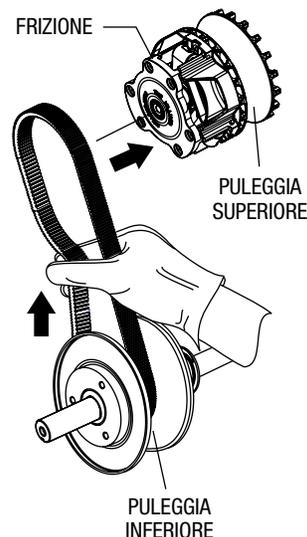

Figura 32. Installazione della cinghia sulla puleggia superiore
2. Posizionare l'estremità libera della cinghia CVT nelle gole della puleggia superiore. Vedere figura 32.